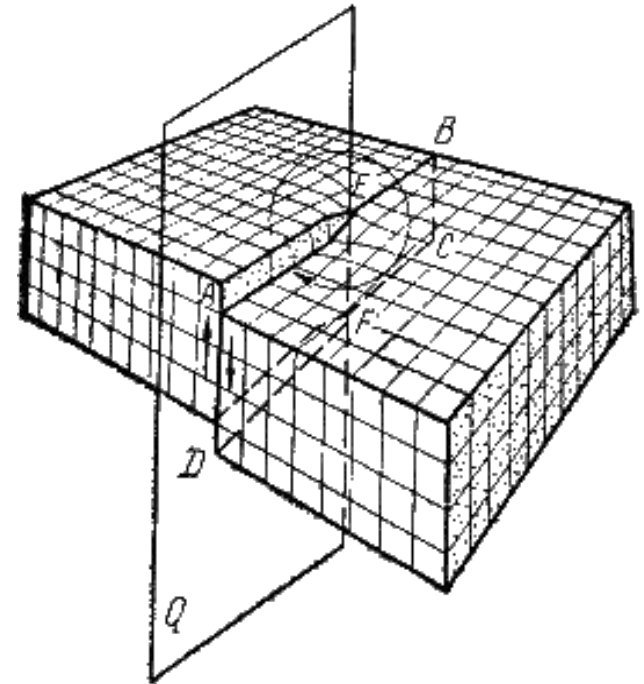

Рис. 2.4. Механизм образования винтовой дислокации
- Получена за счет частичного сдвига по плоскости Q вокруг линии EF (**рис. 2.4**)